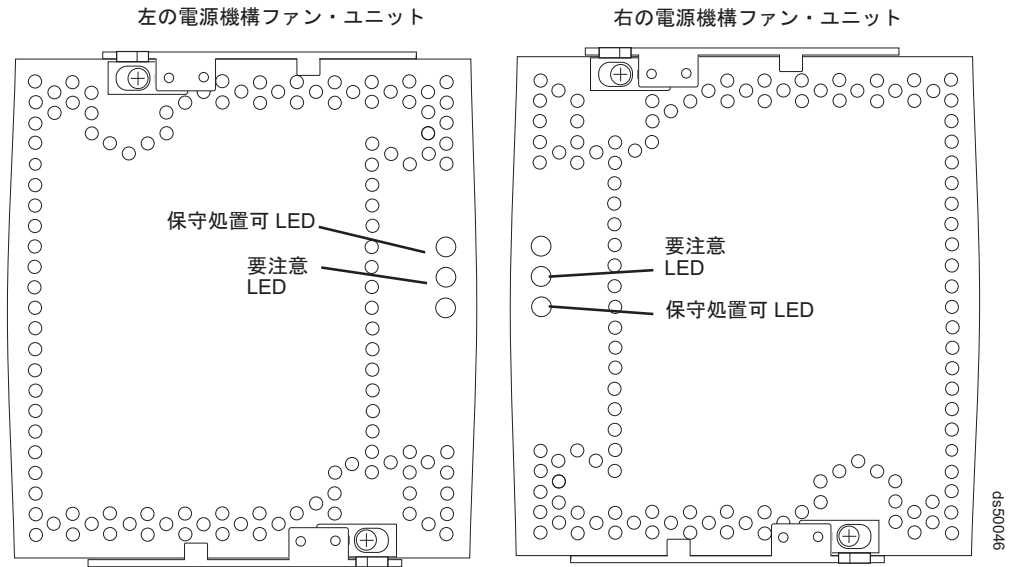

図 129. 電源機構およびファン・ユニットの LED
4. 電源機構およびファン・ユニットの要注意 LED が点灯していることを確認して、障害のある失敗した電源機構およびファン・ユニットを突き止めます。(237 ページの図 129 に、電源機構およびファン・ユニットの LED を示します。)
5. 保守処置可状況 LED はオンになりましたか？ (図 129 に、電源機構およびファン・ユニットにある保守処置可状況 LED の位置を示します。)